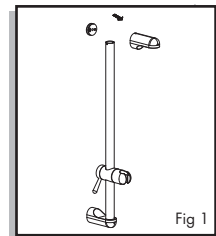

Fig 1
1. Remove base from slide bar posts(Fig 1).
1. Remueva la cubierta de los montantes(Fig 1).
1. Enlever le couvercle des poteaux de barre de montage(Fig 1).